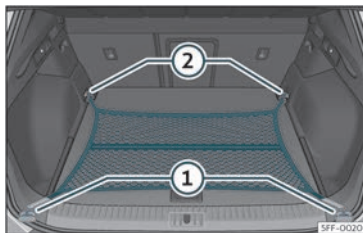

Fig. 112 Nel bagagliaio: rete fermacarico agganciata a livello del piano.
- Fissare i ganci della rete agli occhielli di ancoraggio ① r ②»» fig. 112 »» ⚠. La cerniera della tasca dev'essere rivolta verso l'alto.